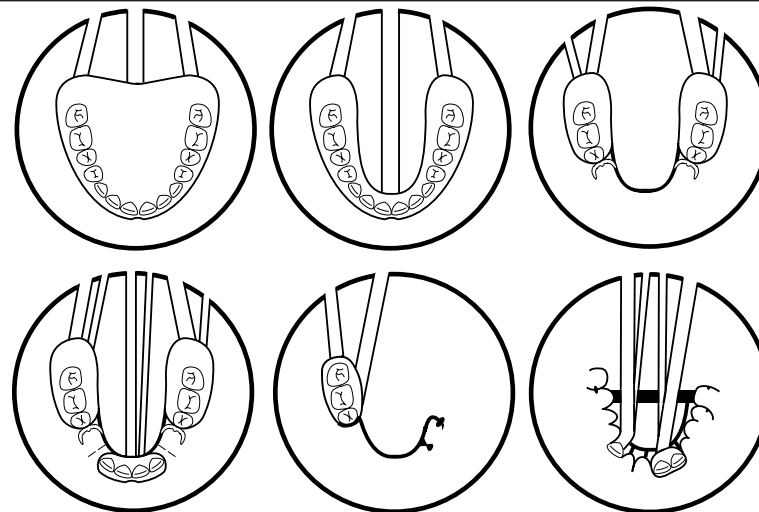

Figure 1. Techniques de coulée
**REVÊTEMENT HYDROCOLLOÏDE ET TIGES DE COULÉE** – Incorporez une légère dépouille dans la base du modèle afin de faciliter la sortie de l'hydrocolloïde. Évasez le modèle de sorte que la base soit la plus large. **Trempez le modèle en plâtre ciré dans la barbotine (solution saturée de sulfate de calcium dihydraté) pendant 10 – 20 minutes avant de couler le moule hydrocolloïdal.** N'utilisez pas \*Cetylclide-G® dans la solution. Respectez les instructions du fabricant pour la préparation et l'utilisation du produit hydrocolloïdal choisi et du moule. Percez des trous de coulée dans le revêtement hydrocolloïdal comme montré dans la Figure 1. **IMPORTANT :** lors de la fabrication de prothèses partielles, chaque partie acrylique doit présenter deux tiges de coulée afin d'éviter d'emprisonner de l'air.